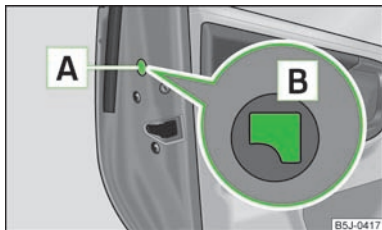

Abb. 13
- › Die Blende  abbauen » Abb. 13.